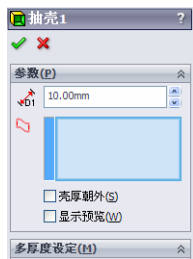

图 5-78 “抽壳”属性管理器
- ② 执行抽壳命令。选择菜单栏中的“插入”→“特征”→“抽壳”命令，或者单击“特征”工具栏中的“抽壳”图标, 此时系统弹出如图 5-78 所示的“抽壳”属性管理器。